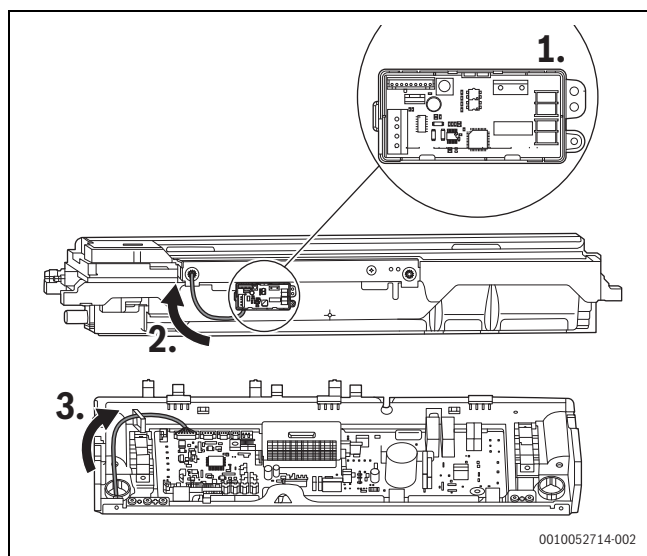

Fig. 3
3. Fixe o kit de comunicação usando 10 parafusos ST3.9 e passe o condutor de ligação através do orifício de baixa tensão até ao CN18 estendido correspondente da placa principal (fig. 3).